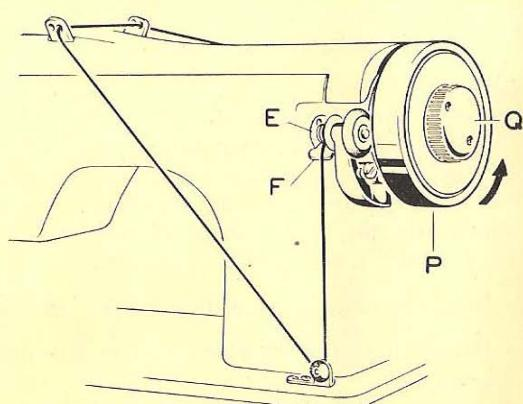

Fig. 6
- Disconnect balance wheel « P » by turning button « Q » in the direction of the arrow (Fig. 6).